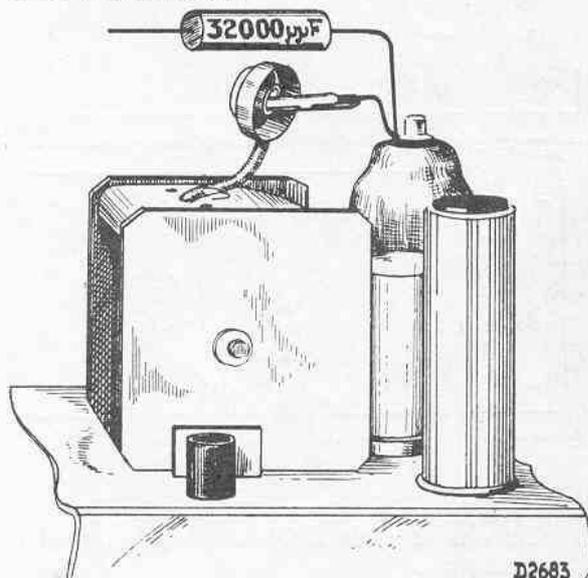

Fig. 2
3. Appliquer un signal modulé de 128 kc à la grille de commande de L1, a travers un condensateur de 32000 μF . (fig. 2).